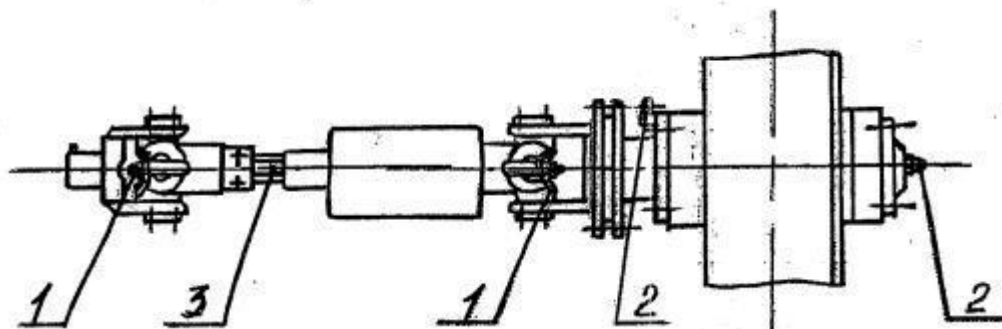

Рисунок 7. Схема смазки.
- Произвести смазочные работы в соответствии с табл.3 (рис.7).